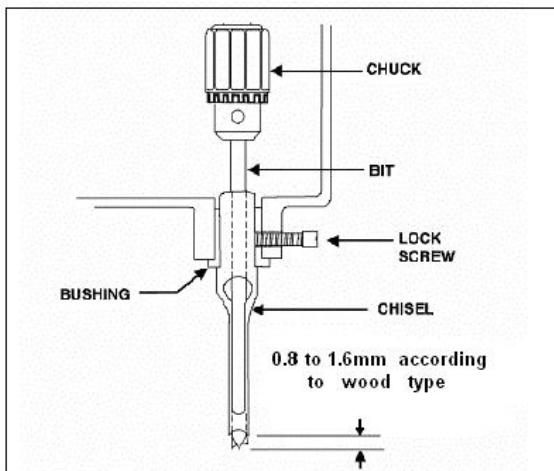

Fig. 12
6. Desserrez la vis de verrouillage, comme indiqué sur la figure 12 .